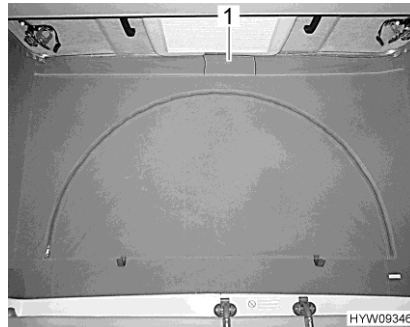

Fig. 59 Ventilación (cerrada)
- Separar el cierre velcro de la ventana de lona (Fig. 59,1) debajo del techo abatible. Atrás de la ventana de lona está instalada una rejilla de malla como protección de insectos.